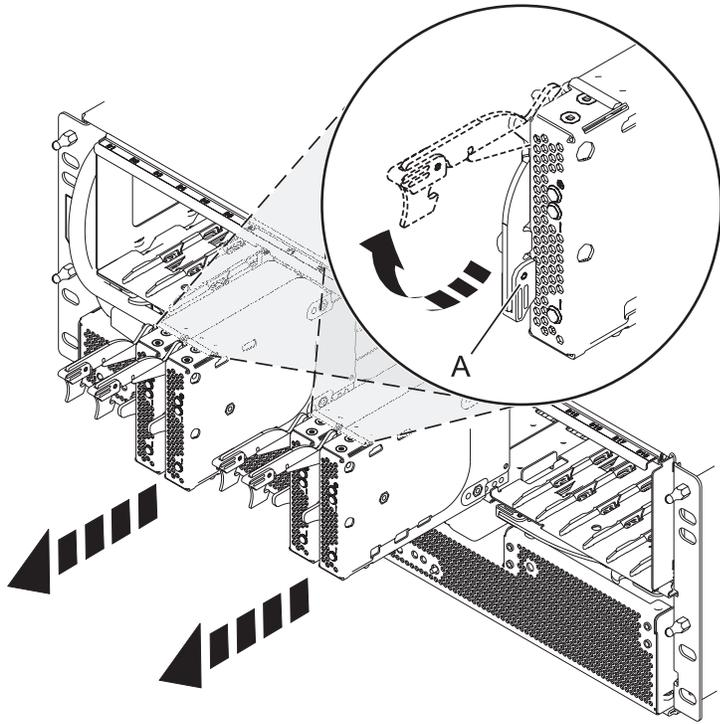

Figure 2. Retrait de la carte de port du fond de panier d'unité de disque
9. Retirez les unités de disques et les obturateurs du fond de panier de l'unité d'extension 5802 comme indiqué dans la figure 2, à la page 5.
- a. Saisissez l'extrémité de la poignée du taquet (A) et soulevez-le pour déverrouiller la carte de port.